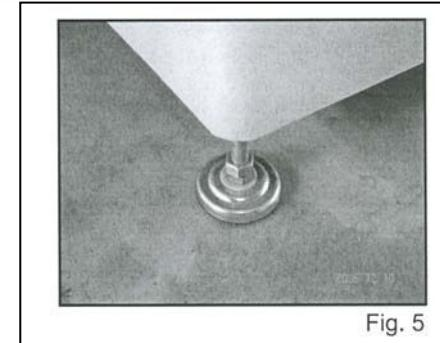

Fig. 5
6. Уберите предохранительные брусья и опустите стойки станка на опоры (см. рис. 5), после чего снимите со станка подъемную вилочную конструкцию и стропы.